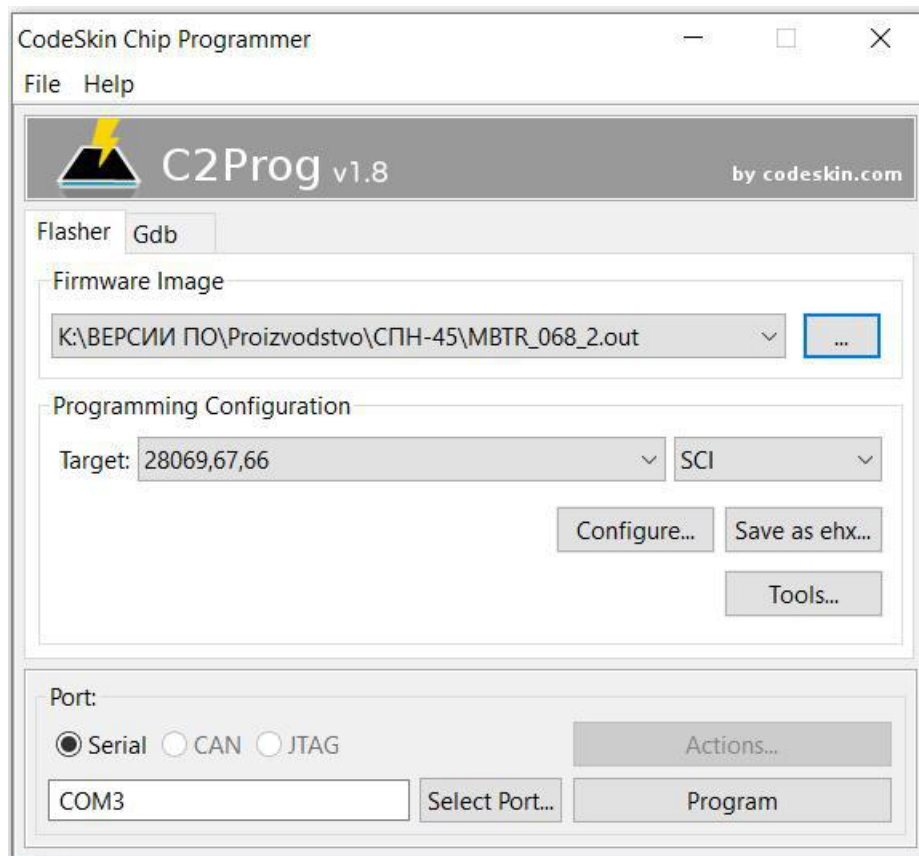

Рис. 5 – Настройки C2Prog
4. Загрузить программу C2Prog с настройками см. рис. 5. Загрузить файл прошивки MBTR_XXX_X.hex (где XXX – номер прошивки, X – версия прошивки). При помощи кнопки «...» выбрать файл на диске компьютера и загрузить в программу. Убедиться, что в строке «Firmware Image» отображился необходимый файл прошивки.